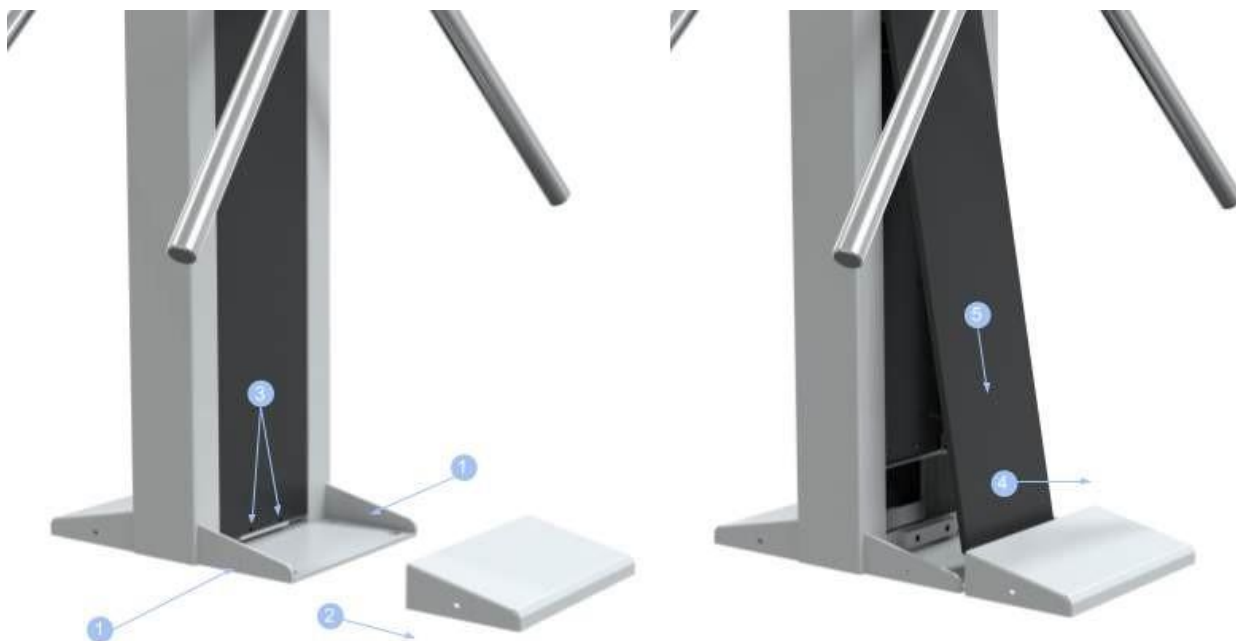

Рисунок 7.4.2 - Разборка кожухов турникета «TDX-01»
1. Получить доступ к монтажному основанию и контроллеру управления турникетом, для этого необходимо выполнить следующие действия (см. рисунок 7.4.2):